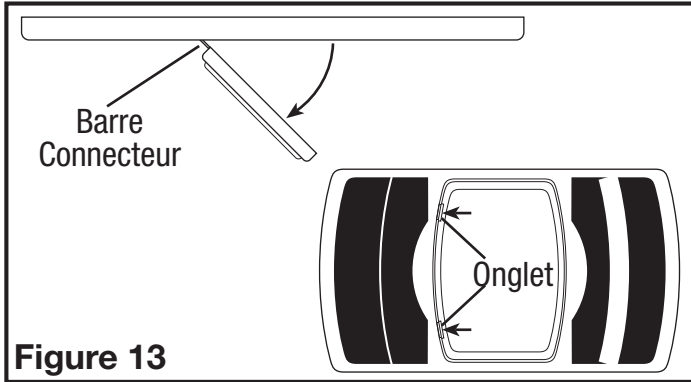

Figure 13
7. Fermer les lentilles de lumière et fixer en place en les basculant en position et en pressant les onglets en place (**Figure 13**).
- Remplacement de l'ampoule: Débrancher l'alimentation de l'unité. Ouvrir les lentilles de lumière en poussant sur les deux onglets et en la tirant vers l'extérieur des lentilles. Les lentilles basculeront en position ouverte sur les barres connectrices. NE PAS enlever les lentilles de la grille (**Figure 13**).